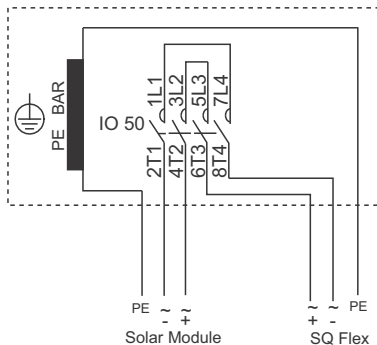

Fig. 2 Wiring diagram, floating DC supply or AC connection
- fonte de alimentação CC regulável ou ligação CA (fig. 2).